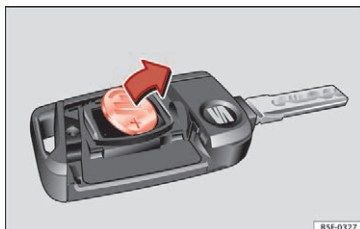

Fig. 126 Bilnøgle: udtagning af batteri
- Vip batteriet ud af batterirummet med en egnet, tynd genstand »» Fig. 126.
- Sæt et nyt batteri i som vist på billedet »» Fig. 126, og tryk det ind i batterirummet modsat pilens retning »» ①.